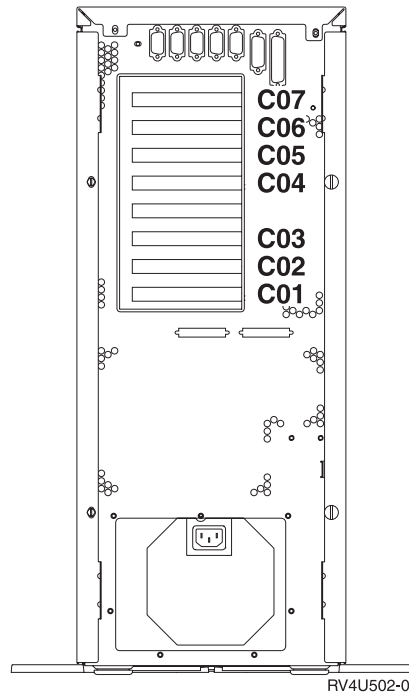

Figura 8. Posições das placas na unidade de sistema 270
1. Figura 8 na página 21 representa as posições das placas (estando a parte de trás virada para o utilizador) numa unidade de sistema 270.